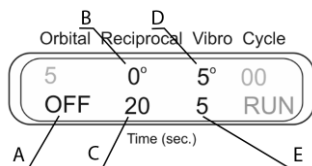

Рисунок 10
- 6.9.4 **3D-Вибро + Пауза** (рисунок 10). Выключите 3D-орбитальное движение, установив время на ноль (A, индикация OFF). Установите угол поворота 3D-покачивания на ноль (B). Установите время 3D-покачивания (C, 1–250 с) и продолжительность паузы (C). Установите угол поворота (D, 0–5°) и время (E, 1–5 с) 3D-вибродвижения. На рисунке 11 показаны 3D-вибродвижение и пауза, последовательно выполняемые в циклах.